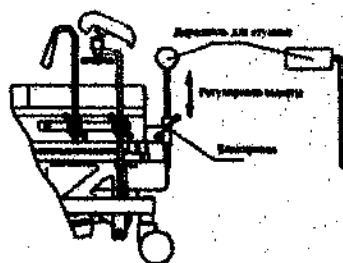

Рисунок 22
7.3. Держатель для ступней (Рисунок 22)